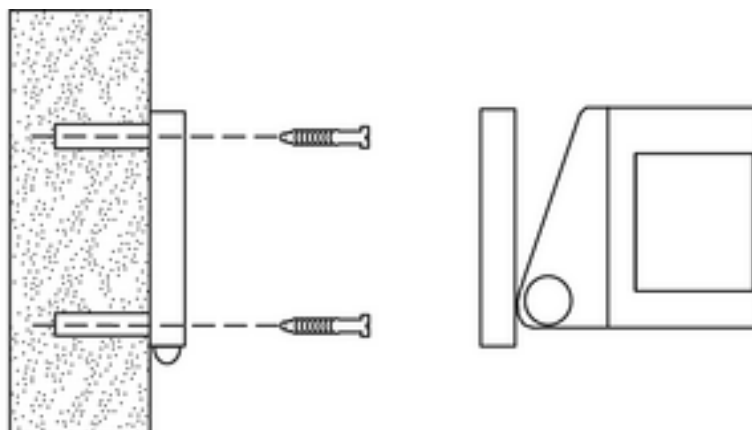

Bild 15: Montage auf ebener Wand
- Anschlussdose mit 2 Schrauben so auf der Wand montieren, dass das Kondenswasserloch unten liegt (Bild 15).